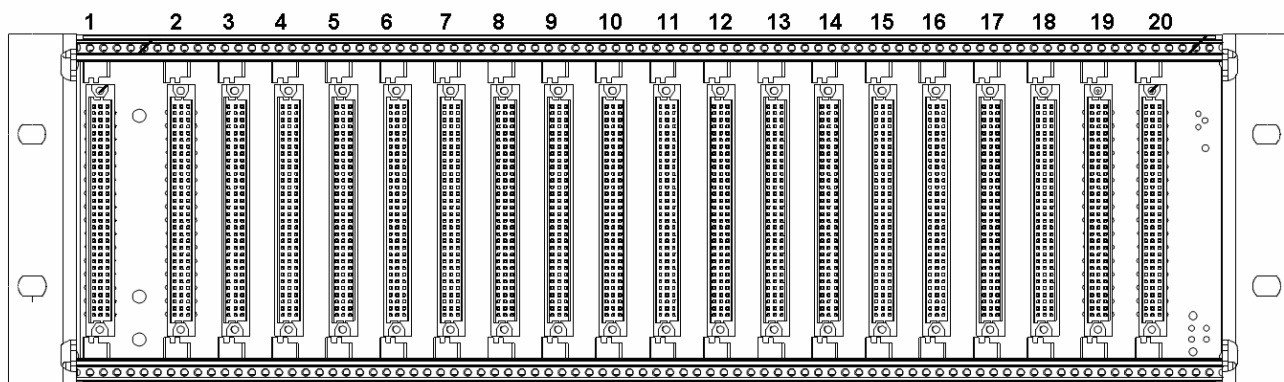

Рисунок 3
2.3.2 Для работы изделие должно устанавливаться в одно из унифицированных установочных мест блока унифицированного (установочные места 3 – 18, рисунок 3).